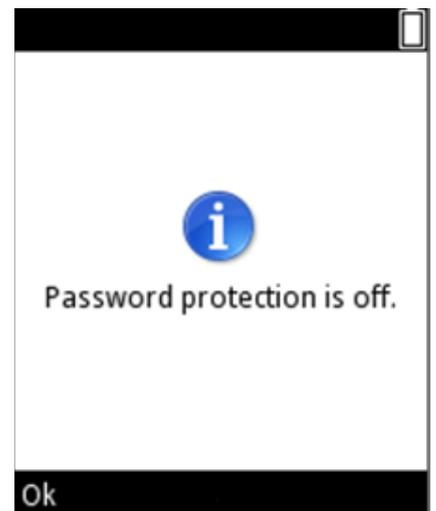

图 D54.
5. 屏幕上显示确认密码的信息文本 (图 D54)。按下  (Ok (确认))。